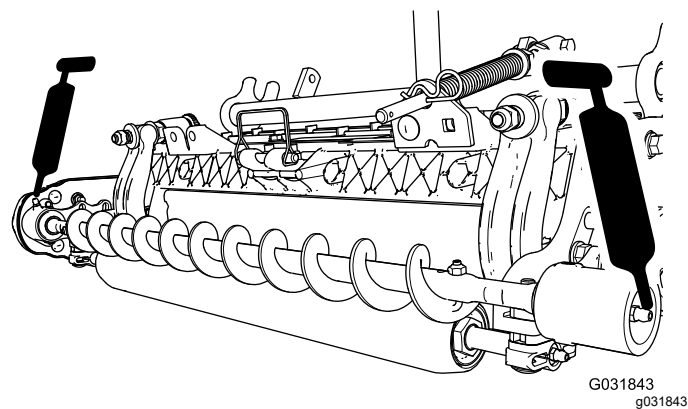

图 17
3. 用 2 号通用型锂基润滑脂润滑每个滚筒轴承座上的黄油嘴 图 17。